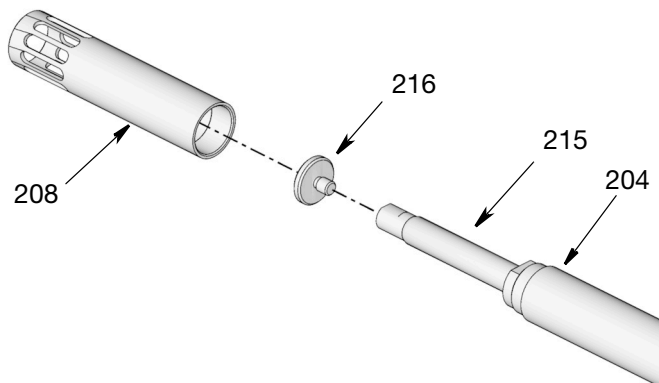
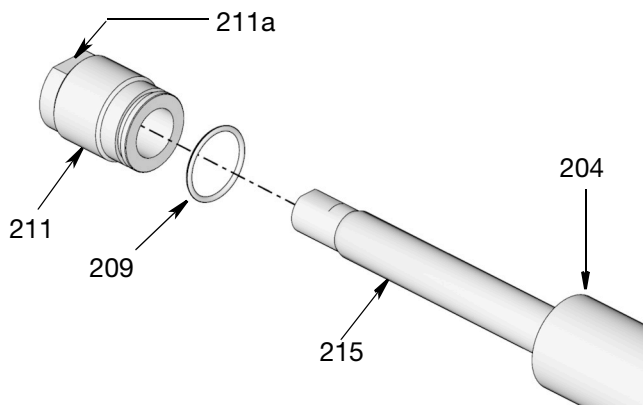

図 29
図 30
14. ポンプアダプタ (2) セクションを真鍮の万力に固定します。
15. ポンプシリンダーは 3 つの個別セクションで構成されています。まず、シヨベルシリンダーセクション (208) をポンプシリンダー (204) から取り外すために、2 本のパイプレンチを使い、反対方向に力を加えてシヨベルシリンダーを緩めます。シリンダー (208) が十分に緩んだら、手で緩めて、他のセクションから取り外します (図 29)。
**HP ポンプ:** レンチをプライミングロッド (215) の平坦部に使用し、ソケットでショベルピストン (216) を緩めて取り外します (図 29)。
- a. レンチはプライミングロッド (215) の平坦部で使用します。六角ナット (219) を取り外します。
- b. ショベル (216) のネジを緩めてプライミングロッド (215) から取り外します。
17. レンチをシートリテーナー (211) の平坦部 (211a) に使い、反対方向に働くストラップレンチをポンプシリンダー (204) に使い、アダプタと O リング (209) を緩めてポンプシリンダーから取り外します (204) (図 30)。O リングは廃棄します。再組立て用にはキットに含まれる新しい O リングを使用します。